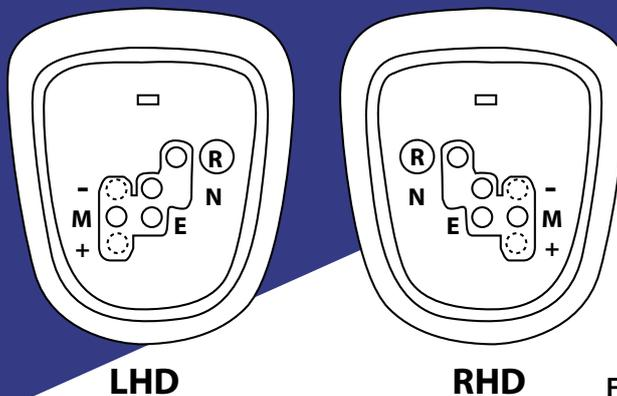

Fig. 1.
A forma mais óbvia de identificar se um veículo está equipado com MMT é através da alanca de velocidades. Neste tipo de caixa, contrariamente aos restantes sistemas de caixa automática, não existe a posição de Parque (P), verifique Fig. 1.